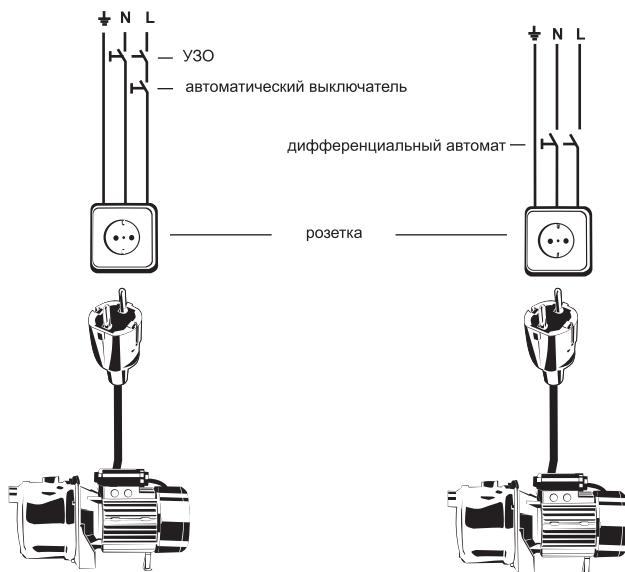

Рис. 3
9.2. Насос допускается подключать только непосредственно в розетку от распределительного щитка, имеющую заземляющий контакт, с использованием в цепи автоматического выключателя и УЗО, либо дифференциального автомата. На рис. 3 показаны возможные схемы подключения насоса к сети.